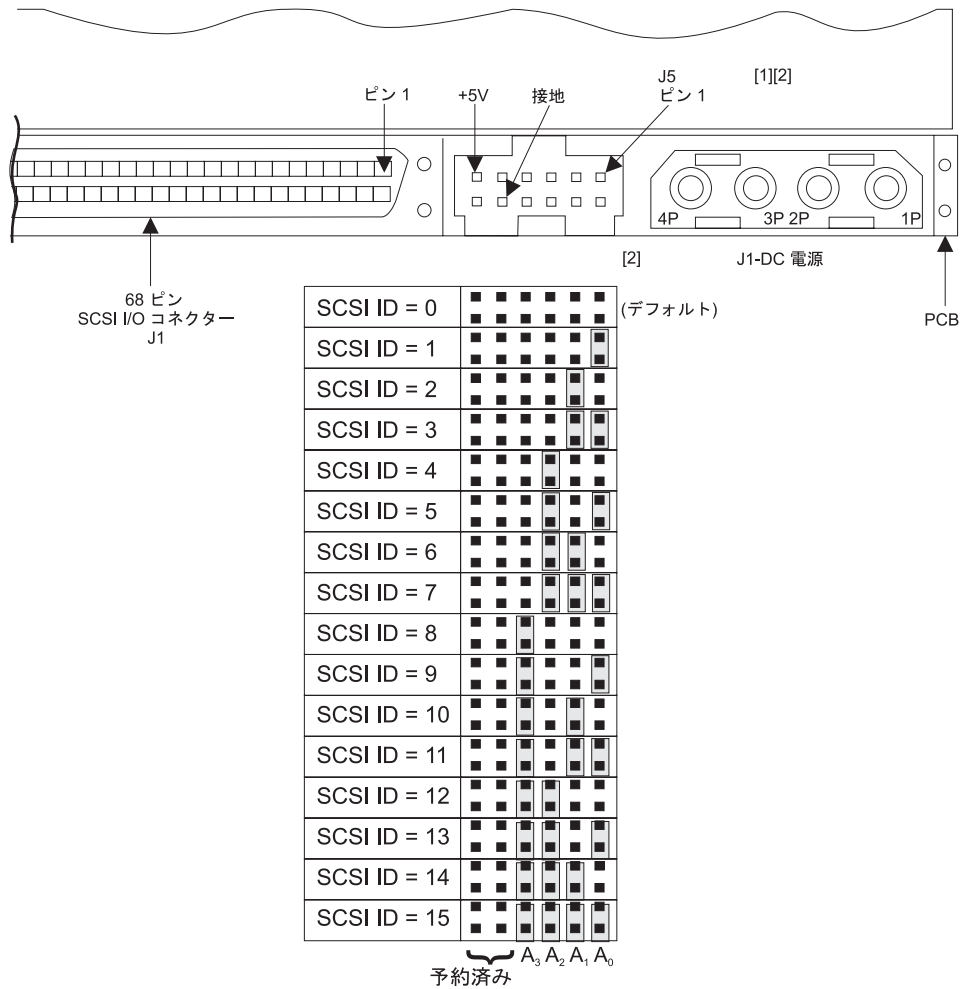

図 162. SAN ボリューム・コントローラ 2145-4F2 ディスク・ドライブ・ジャンパー
9. 古いディスク・ドライブに取り付けられたジャンパーの有無を検査します。ジャンパーがある場合は、マッチングするジャンパーを新しいディスク・ドライブに取り付けます。574 ページの図 162 は、ジャンパーのロケーションを示します。